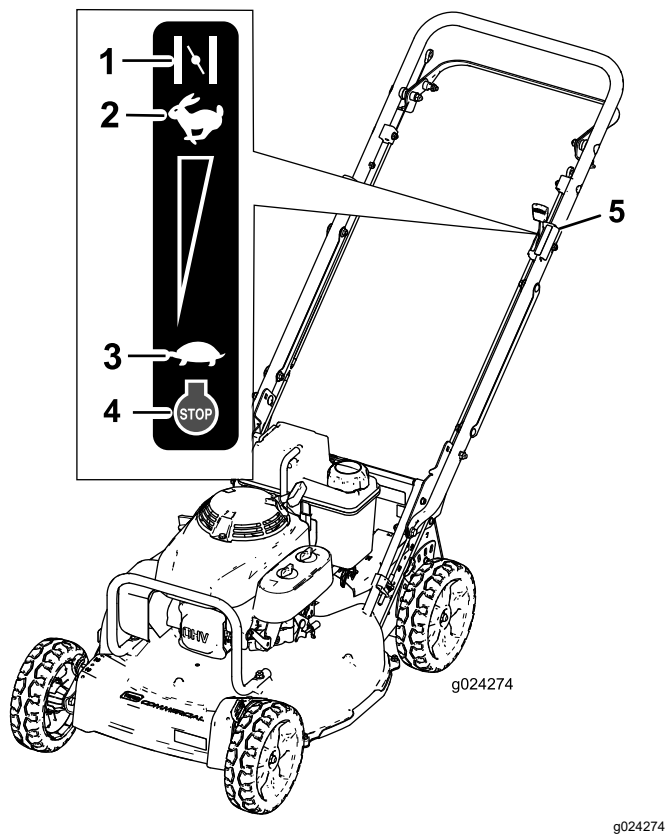

Figura 15
3. Mueva la palanca de control del acelerador a la posición de Estárter (Figura 15).
5. Cuando el motor arranque, mueva la palanca de control del acelerador a la posición de Rápido (Figura 15).
Suelte la barra de control de la cuchilla y mueva la palanca de control del acelerador a la posición de Parada (Figura 15).